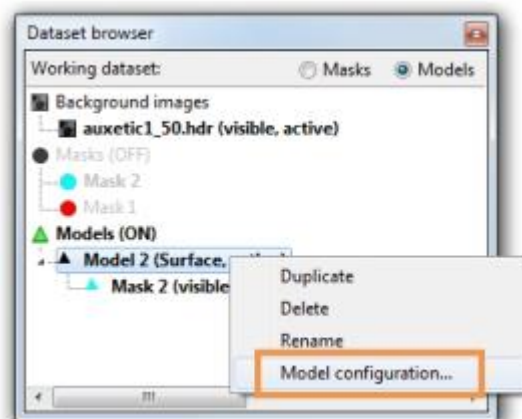

图 1-13 打开配置模型对话框
1. 右键单击当前活动模型 (Mask 2) 并选择模型配置 (Model configuration...) 如图 1-13。